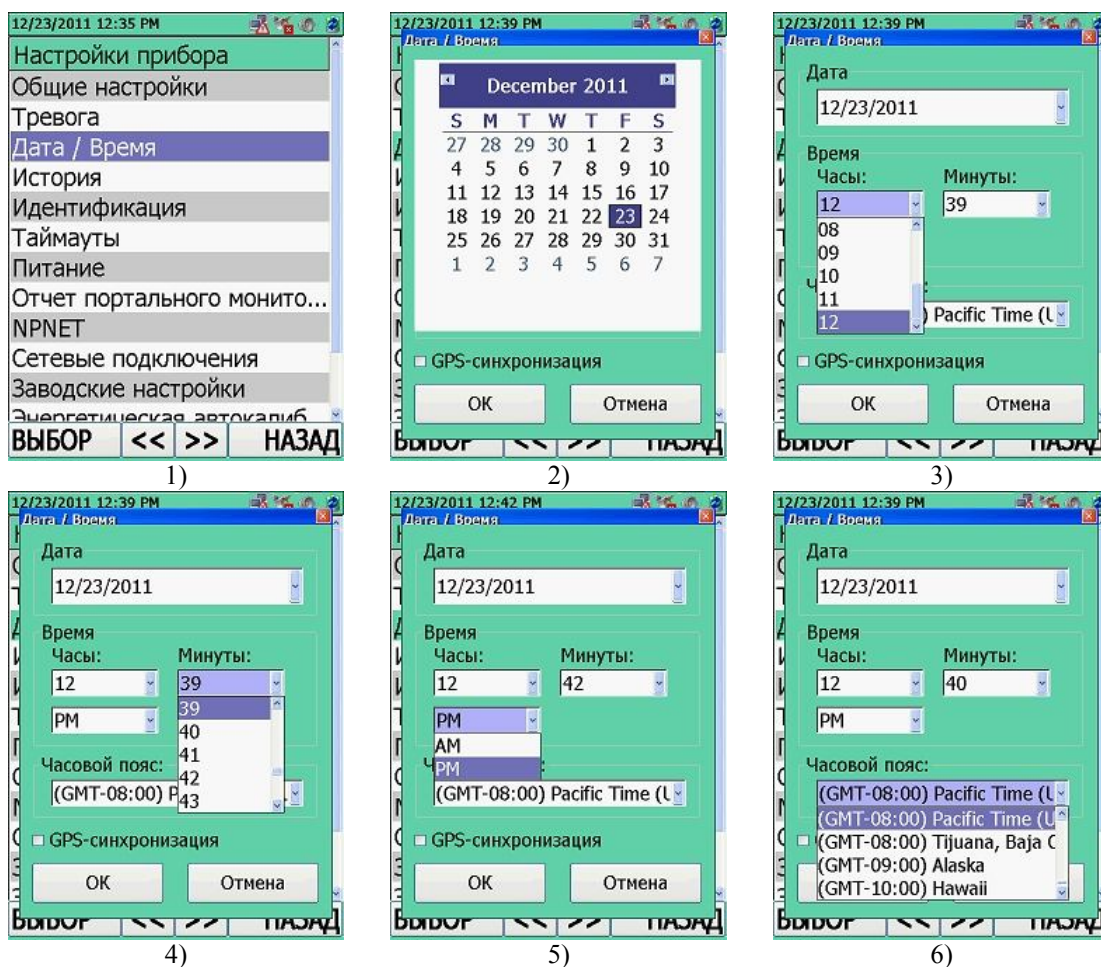

Рисунок 11.29
Для входа в настройки даты и времени в приборе "Дата/Время" необходимо в окне режим настройки параметров прибора "Настройки прибора" переместить выделенный маркер на соответствующую строку, рисунок 11.29 (1). Перемещение маркера осуществляется при помощи кнопок джойстика ВВЕРХ/ВНИЗ. Подтвердить переход в опцию "Дата/Время"
- "Дата" – установка текущей даты в приборе, рисунок 11.29 (2). Установленная дата в приборе будет отображаться на ЖКИ слева в области отображения информационных значков;
- "Время" – установка текущего времени в приборе в 12-ти часовом формате, рисунок 11.29 (3, 4, 5):
- "Часы" – выбор из списка количество часов и времени суток: АМ (до полудня) и РМ (после полудня), рисунок 11.29 (3, 4),
- "Минуты" – выбор из списка количество минут, рисунок 11.29 (5);
- "Часовой пояс" – выбор из списка требуемого часового пояса, рисунок 11.29 (6);
- "GPS-синхронизация" – включение/выключение синхронизации времени и даты посредством GPS, рисунок 11.29 (5). Работа данной настройки возможна, в случае включенного в приборе GPS-модуля.